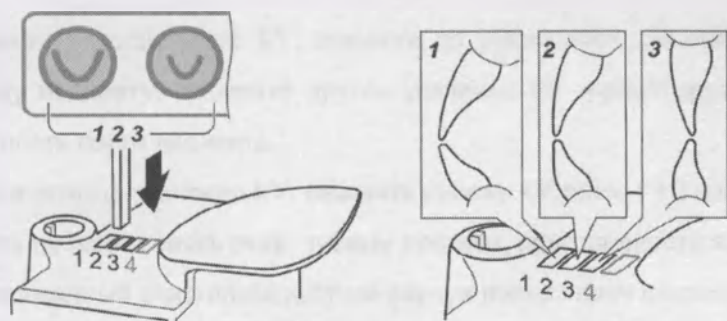

Рисунок 19
8.1.1.3 При нормальной окклюзии, вставьте стержень в отверстие 2 (см. рисунок 19).